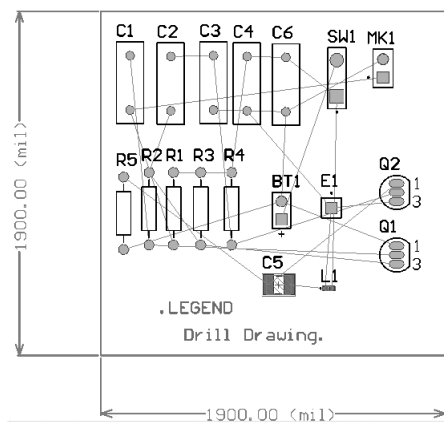

图 8-52 手工调整后的 PCB 图
- (1) 由于本例中元件较少，因此直接进行手工布局，调整后的 PCB 图如图 8-52 所示。
- (3) 选择菜单栏中的“察看”→“切换到2 维显示”命令，系统自动返回二维显示图，如图 8-52 所示。